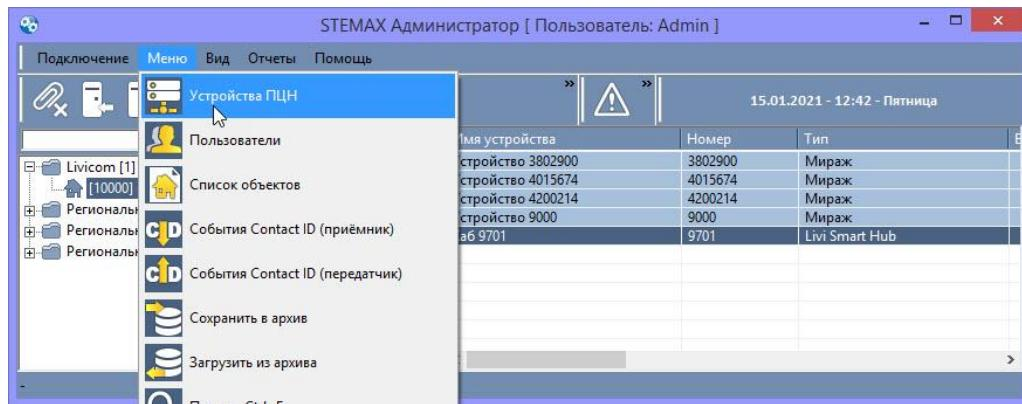

Рисунок 6.1 – Переход к списку приемно-передающих устройств
- 1) В основном окне программы *Администратор* нажмите кнопку на панели инструментов или в *Меню* выберите *Устройства ПЦН* (см. рисунок 6.1).